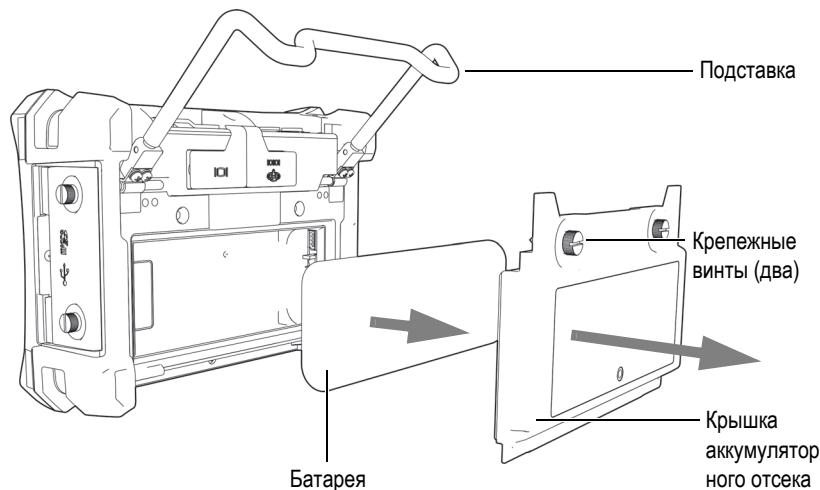

Рис. 1-10 Извлечение литий-ионной батареи
2. На задней стенке прибора ослабьте винты,держивающие крышку аккумуляторного отсека (Рис. 1-10 на стр. 36).
3. Снимите крышку (см. Рис. 1-10 на стр. 36).